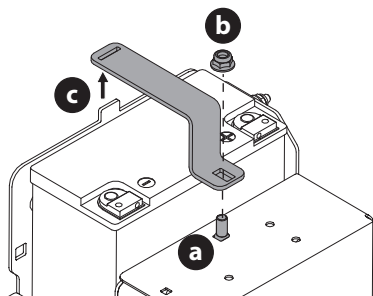

Fig. 37
- Localisez et maintenez le boulon de carrosserie (a) à l'avant du support de batterie (c) pour éviter qu'il ne tombe (Fig. 37).
- Retirez le contre-écrou hexagonal (b) qui maintient le support de batterie (c) en place. Conservez le boulon de carrosserie et le contre-écrou hexagonal pour une réinstallation ultérieure (Fig. 37).
- Soulevez le support de la batterie (c) de la languette située sur le côté gauche du compartiment de la batterie et gardez-le pour une réinstallation ultérieure (Fig. 37).